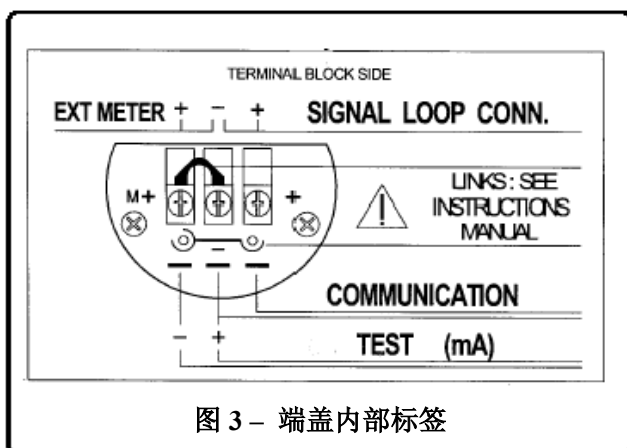

图 3 – 端盖内部标签
- 2) 除下接线盒一侧的端盖，端盖的内侧贴有图3所示的标签。